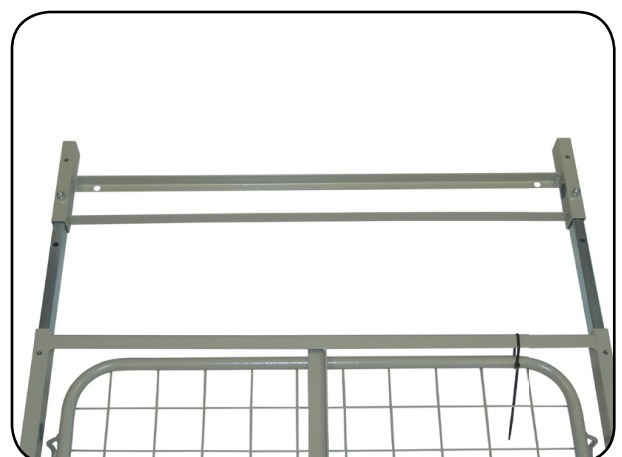

**Abb. 6.6.04 – Steckinnenrohre in Bettverlängerung montiert**
4. Drehen Sie zwei Zylinderkopfschrauben in die Bohrungen und ziehen Sie anschließend die zwei Zylinderkopfschrauben mit dem beiliegenden Innensechskantschlüssel (6 mm) fest (Abbildung 6.6.04).